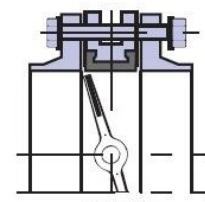

Рис. 4
5. Перед началом монтажа диск поворотного затвора необходимо немножко приоткрыть, но так, чтобы диск не выходил за корпус дискового поворотного затвора (рис. 4).